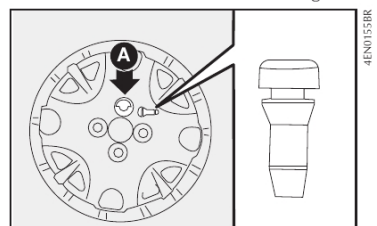

fig. 11
8) colocar a calota cuidando para que o símbolo ►, na parte interna, fique em correspondência com a válvula, e dessa maneira o furo maior da calota **A-fig. 11** passe pelo parafuso já fixado;